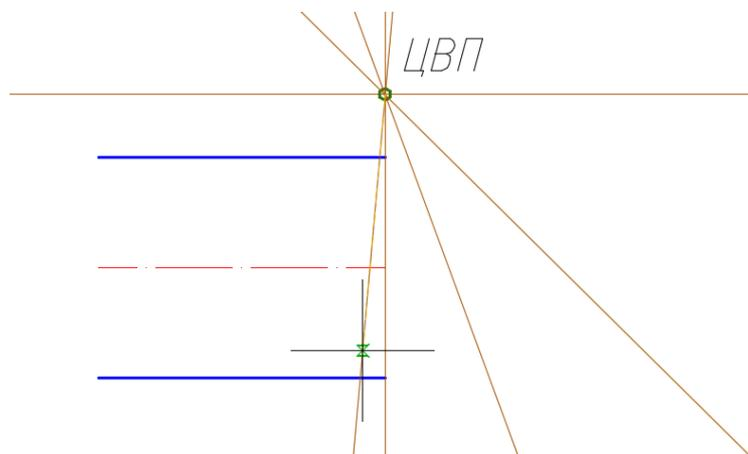

Рис. 111. Положение сварных швов 1-ой секции колена трубы
– построить положение сварного шва *второй* секции: **Рисование** → **Прямая** → **Биссект** → ЛКМ на ЦВП и ЛКМ на двух только что построенных вспомогательных линиях (рис. 111). Обрезать лишние линии выше ЦВП.